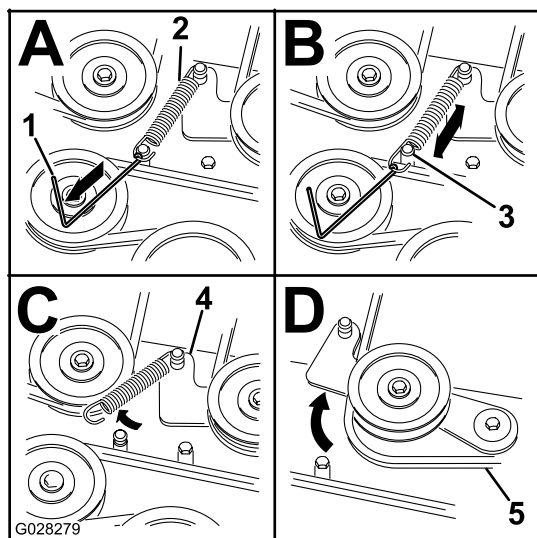

Figura 62
8. Alivie la tensión del muelle de la polea tensora. Consulte Figura 62.
Nota: Utilice la herramienta para la retirada de muelles (Pieza Toro N° 92-5771) para retirar el muelle del anclaje de la carcasa de corte (Figura 62).